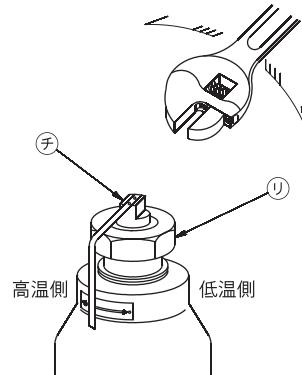

図3 温度調整部の外観図
- (1) 冷水入口Ⓐから入って来た冷水は①点で二方向に分かれ、一方はKFR3型混合弁の冷水入口Ⓑ及びダイヤフラム室上部④に接続され、他の一方はOQS3型熱交換器のコイル入口③から入り熱交換されて高温水となりコイル出口⑤から出て混合弁の高温水入口△に接続されます。
- (2) 温水が使用されるまではKFR3型混合弁はばねによって閉弁しておりますが、温水が使用され始めると冷水入口Ⓐの冷水圧力と温水出口Ⓑの吐出圧力との差圧をKFR3型混合弁のダイヤフラム室④、⑤で検出し、自動的に弁開度を調整し、冷水と高温水との混合割合を変えて希望する温度の温水をKFR3型混合弁の温水出口Ⓑから使用箇所に送ります。
- (3) 一方、蒸気はOQS3型熱交換器の蒸気入口⑥から熱交換器内に入りコイル内の冷水と熱交換を行い、ドレンとなってBFF27型多量トラップの出口⑦から排出されます。
- (4) 設定温度はロックナット⑪(図3参照)を1/4回転程度緩めて調節プラグ⑦を高温側又は低温側に回すことにより、容易に上昇又は下降できます。温度設定後はロックナット⑪をしっかりと締めます。
- (5) 本装置は全く機械的に高温水と冷水の混合量を変える機構のため、冷水温度が大幅に変化しますと装置出口の温水温度も若干変化します。通常は冷水温度の変化は大きないので、温水温度はほとんど影響を受けないとみて差し支えありません。ただし、夏と冬とでは冷水温度の変化が大きくなりますので、温度設定を変える必要がある場合もあります。
温度調整要領 約2～3m³/hの温水を流したままロックナット⑪を1/4回転程度緩めて温度計を見ながら、調節プラグ⑫を少しずつ左右に回してください（温度を下げる際は上から見て反時計方向に、温度を上げる際は時計方向に回します。図3参照）。温度設定後は調節プラグ⑫を固定しながらロックナット⑪を再びしっかりと締めてください。
- (5) 以上で調整は終りました。温水使用量が変化しても自動的に一定温度の温水が得られますから、設定温度を変更する場合を除いて調整する必要はありません。
- (6) 運転停止時は蒸気止め弁Ⓑを閉じてください。